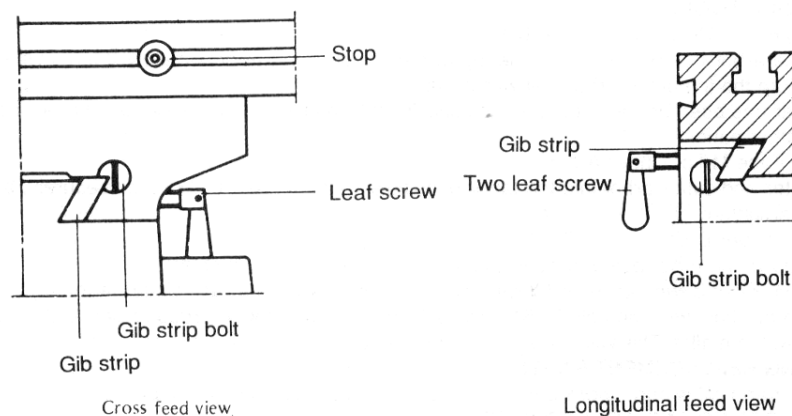

Fig.3.
9. Vastklemmen van de tafel- en machinevoet (Zie fig.3)